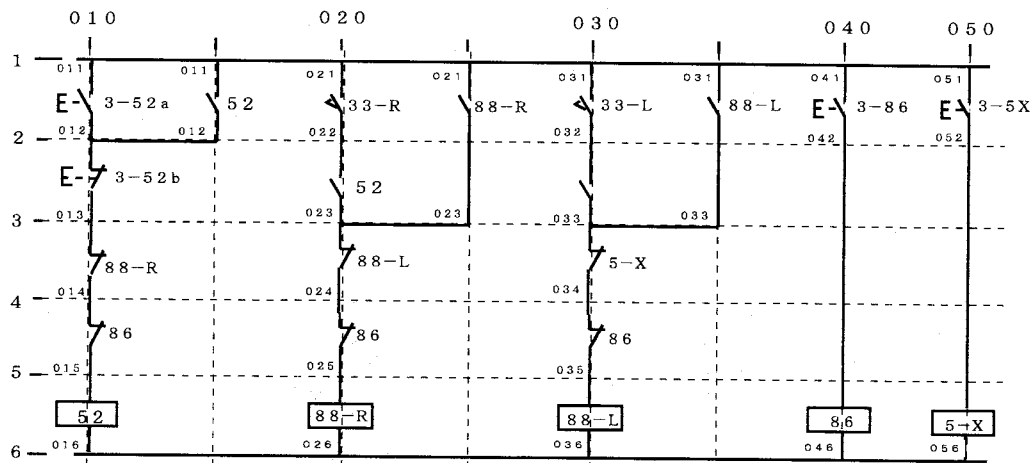
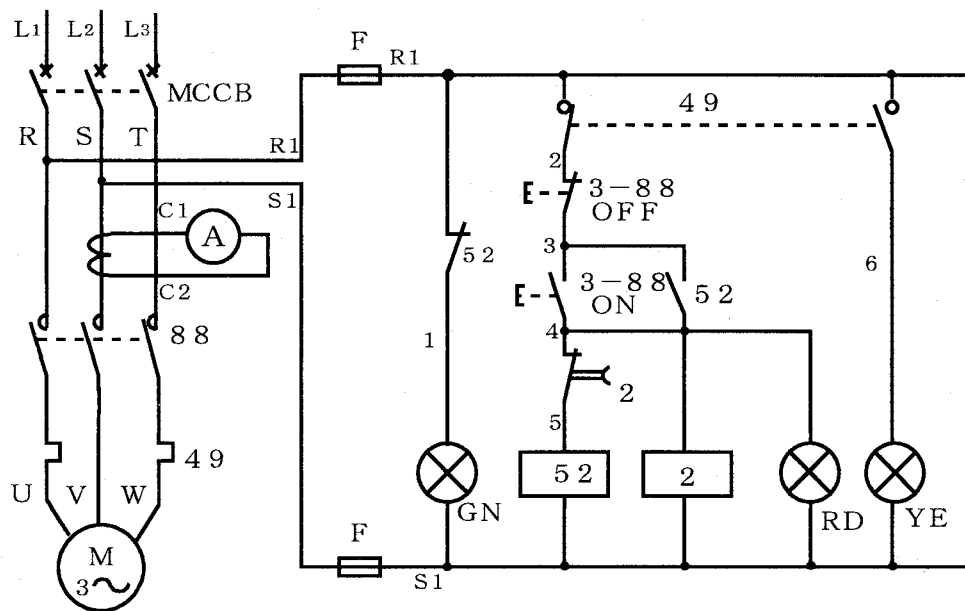

図3-31 地番制による線番号（同一端子は同一線番号とする）
図3-33 通し番号による線番号
この線番号のつけ方にはいろいろある。その代表例を図3-31～図3-33に示す。
(例えば図3-31の52のコイルとスイッチを接続する線は、X軸上の点が010で、Y軸上の点が5であるから線番号を015とする。)
b) ただし、違う場所でも先に決めた線番号が同じ端子に接続される場合は、同一線番号とする。(図3-31で線番号012などのような線)